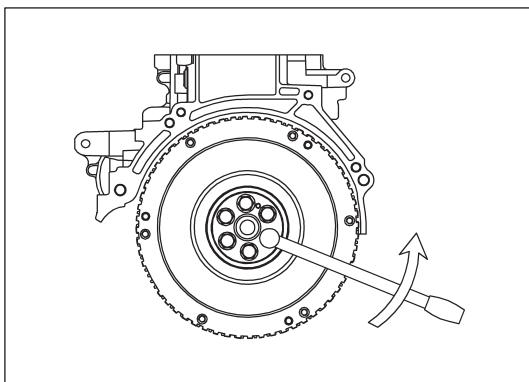
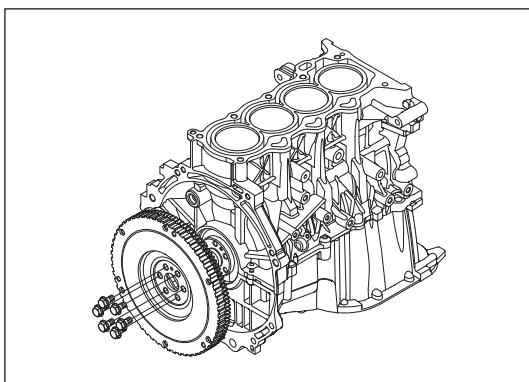

Рис. 13-3-2. Снятие болта маховика
Рис. 13-3-3. Снятие маховика
(2) Снятие маховика
- Зафиксировать коленчатый вал, чтобы не допустить его проворачивания, затем открутить 6 болтов маховика (4G15T: M10×1,25×20; 4G15B: M10×1,25×26), как изображено на Рис. 13-3-2 и Рис. 13-3-3.
(3) Снятие коленчатого вала